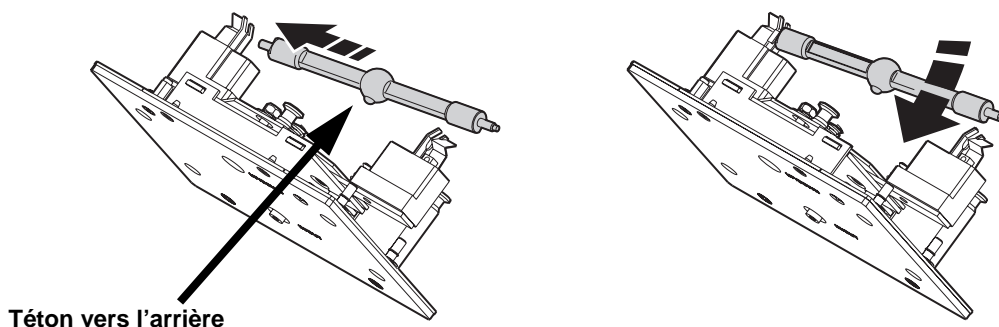

Figure 4: Insertion de la lampe
- Orientez le téton de la lampe neuve vers l'arrière comme indiqué sur la Figure 4, insérez la pointe gauche de la lampe dans le ressort de rétention puis engagez la lampe complètement.